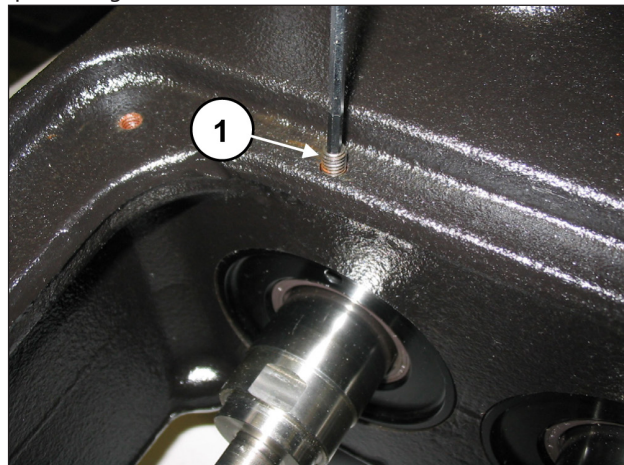

Fig. 2
Svitare i grani di bloccaggio M6 dei tre coperchi paraolio (pos. ①, Fig. 2).